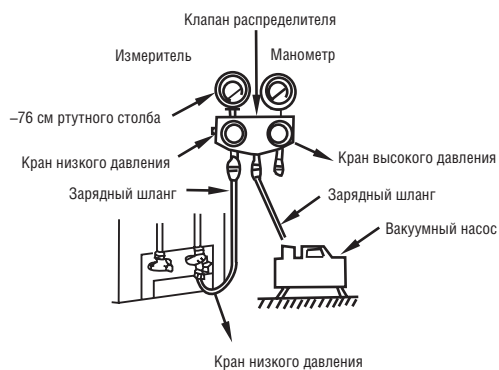

Рис. 7-4
- Выпустите воздух при помощи вакуумного насоса (см. рис. 7-4) (работа с клапаном распределителя приведена в инструкции к насосу).